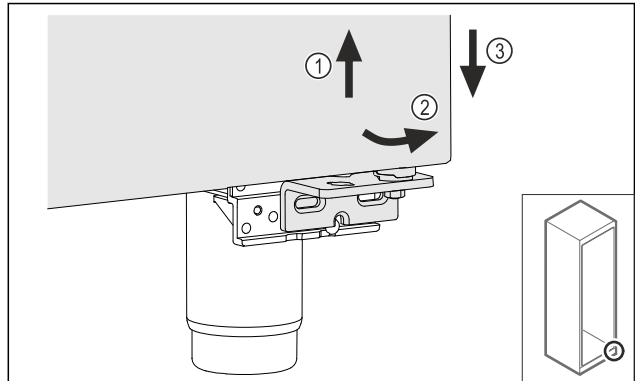

Fig. 16
- ▶ Deur iets optillen Fig. 16 (1), onderzijde naar voren kantelen Fig. 16 (2) en laten zakken Fig. 16 (3).